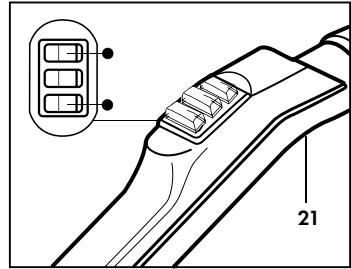

Abb. 19
Um das Gerät auszuschalten, alle Schalter am Handgriff (21) ausschalten (**Abb. 19**); die Schalter am Gerät ausschalten und den Stecker aus der Steckdose ziehen.